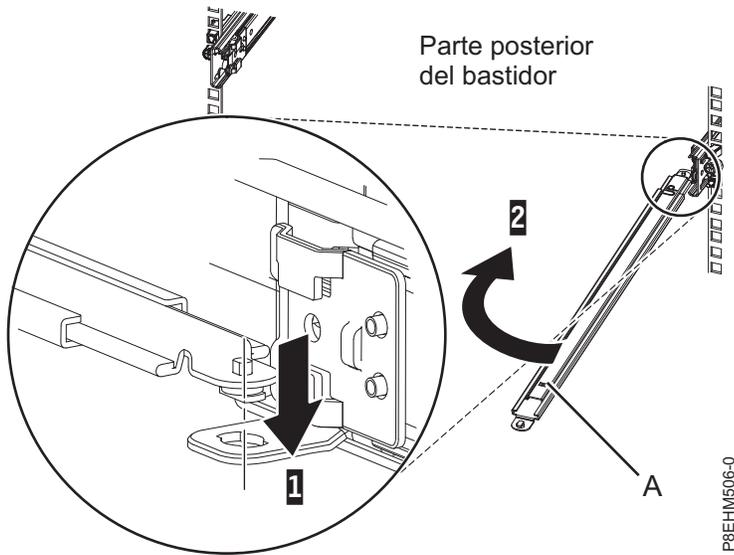

Figura 10. Conexión del brazo de soporte
2. Conecte un extremo del brazo de soporte (A) al riel deslizante de la derecha **(1)** de forma que pueda girar el otro extremo del brazo de soporte hacia la parte de la izquierda del bastidor **(2)**. Consulte Figura 10 en la página 10.
**Nota:** El brazo de soporte (A) está etiquetado con las indicaciones UP y DOWN. Compruebe que el lado con la etiqueta UP está mirando hacia arriba y hacia la derecha.